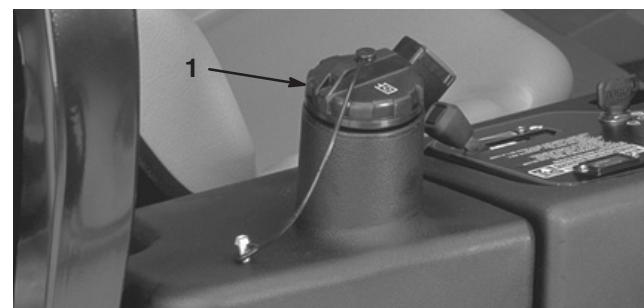

Figure 16
2. Nettoyez la surface autour du goulet et du bouchon de remplissage du réservoir hydraulique (Fig. 16). Retirez le bouchon.